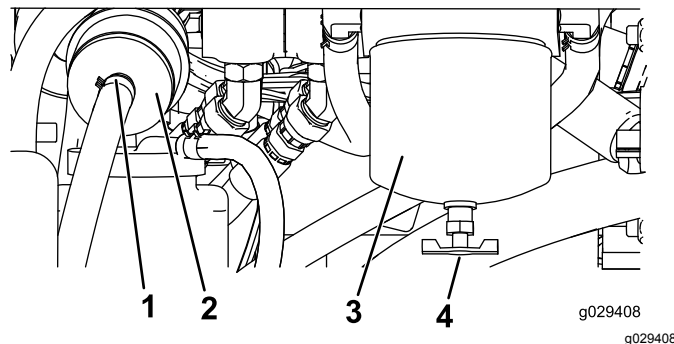

Figura 51
1. Individuate il filtro carburante sul lato posteriore del motore (Figura 51) e posizionate un recipiente pulito sotto di esso.
1. Individuate i filtri carburante sul lato destro del motore (Figura 51) e posizionate un recipiente pulito sotto di esso.
2. Pulite la superficie circostante la scatola del filtro (Figura 51).
3. Rimuovete la scatola del filtro e pulite la superficie di montaggio (Figura 51).
5. Installate a mano la scatola del filtro finché la guarnizione non tocca la superficie di appoggio, poi ruotatela per un altro ½ giro (Figura 51).
6. Individuate il filtro in linea dietro la scatola del filtro del carburante (Figura 51) e osservate la direzione della freccia del flusso sul lato del filtro in linea.
7. Aprite i fermi su ciascuna estremità del filtro in linea ed estraete i flessibili (Figura 51). Gettate via il filtro.
8. Fate scorrere i flessibili sull'estremità di un nuovo filtro (Figura 51), verificate che la freccia sul filtro sia posizionata nella stessa direzione di quella sul vecchio filtro.